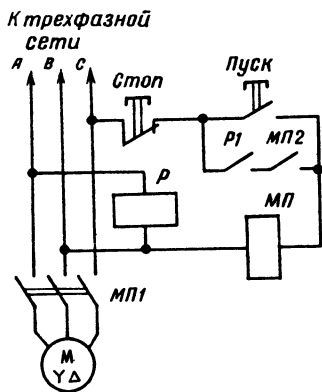

Рис. 14
*Первый способ* (рис. 14). В обычную систему запуска трехфазного двигателя введено дополнительное реле  $P$  с нормально разомкнутыми контактами  $P1$ . При наличии напряжения в трехфазной сети обмотка дополнительного реле  $P$  постоянно находится под напряжением и контакты  $P1$  замкнуты. При нажатии кнопки «Пуск» через обмотку электромагнита магнитного пускателя  $МП$  проходит ток и системой контактов  $МП1$  электродвигатель подключается к трехфазной сети. При случайном отключении от сети провода  $A$  реле  $P$  будет обесточено, контакты  $P1$  разомкнутся, отключив от сети обмотку магнитного пускателя, который системой контактов  $МП1$  отключит двигатель от сети. При отключении от сети проводов  $B$  и  $C$  обесточивается непосредственно обмотка магнитного пускателя. В качестве дополнительного реле  $P$  используется реле переменного тока типа МКУ-48.